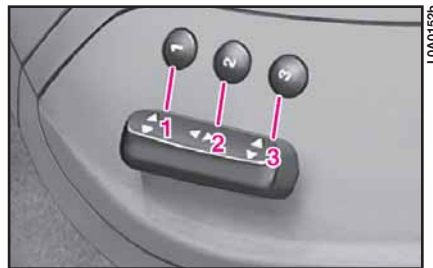

fig. 46
### MEMORIZACIÓN DE LAS POSICIONES DEL ASIENTO DEL CONDUCTOR (fig. 46)
- mantenga presionado por 3 segundos como mínimo, uno de los pulsadores “1”, “2” ó “3” (**fig. 46**) de memorización/selección de la posición del asiento;